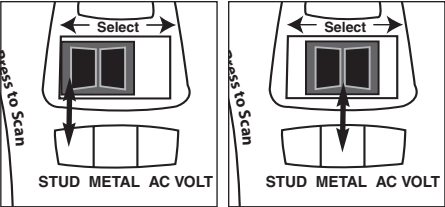

Fig. 2
- Coloque el interruptor de selección en la posición "Metal" **(Fig. 2)**.